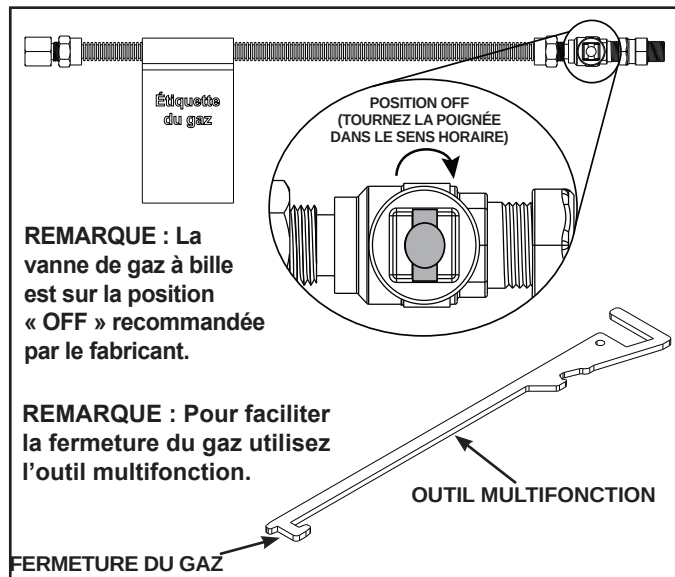

Figure 7.1 Fermeture du gaz
- Utilisez l'outil multifonction pour faciliter la coupure du gaz. Voir la figure 7.1. La vanne à bille de gaz est en position « OFF (ARRÊT) » d'origine.